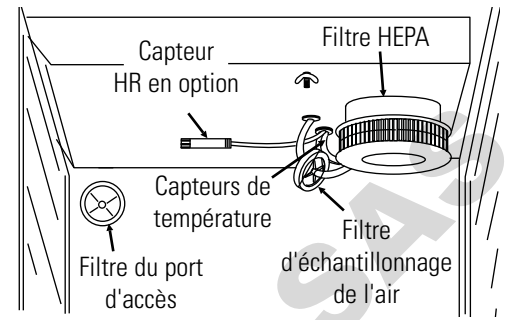

Figure 6-1. Emplacement du capteur et du filtre
2. Retirez les étagères, le filtre du port d'accès et les panneaux de conduits latéraux. Retirez les capteurs de température et la tubulure du filtre d'échantillonnage de l'air à l'arrière de la spirale du ventilateur. Si l'unité est équipée du capteur de HR en option, détachez-le du clip du conduit supérieur (figure 6-1).